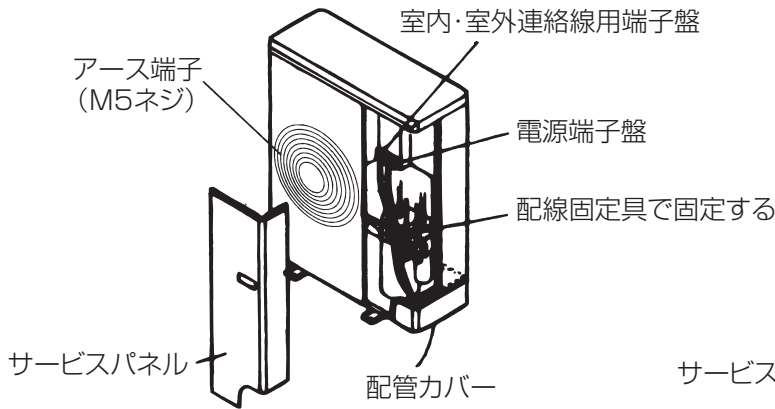

図1
- (1) サービスパネルをネジ2本にて取外してください。(図1)
- ③ ダクト表面に結露する場合、必ず十分な断熱を行ってください。
④ 延長ダクトを接続する場合
- ① 別売吹出ダクトを本体に取付け、先端のダクトリングを外します。(図1)